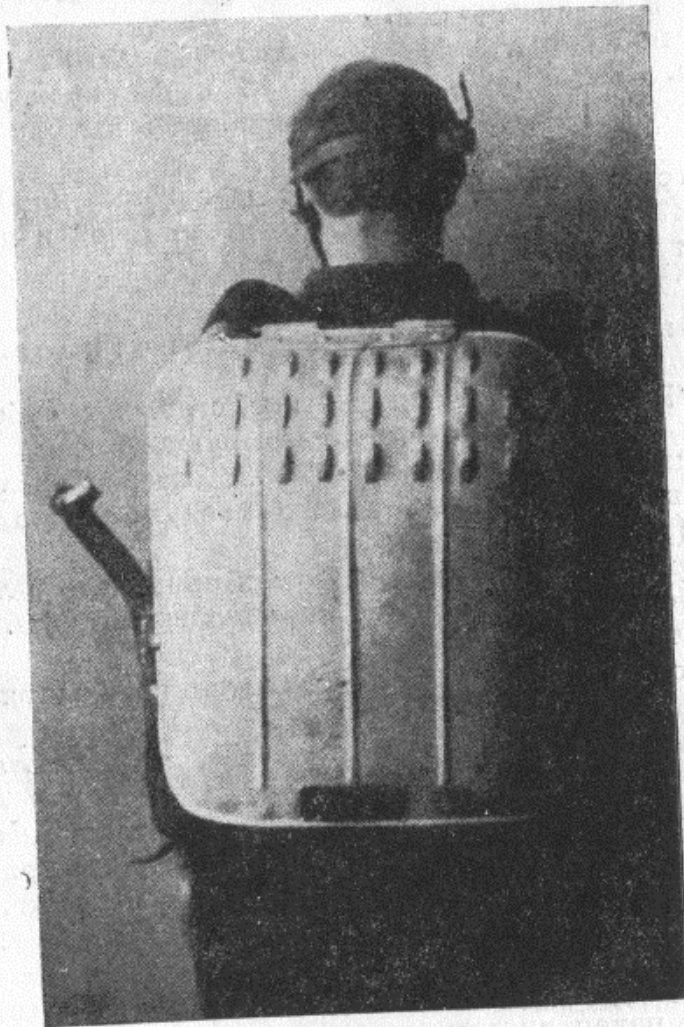
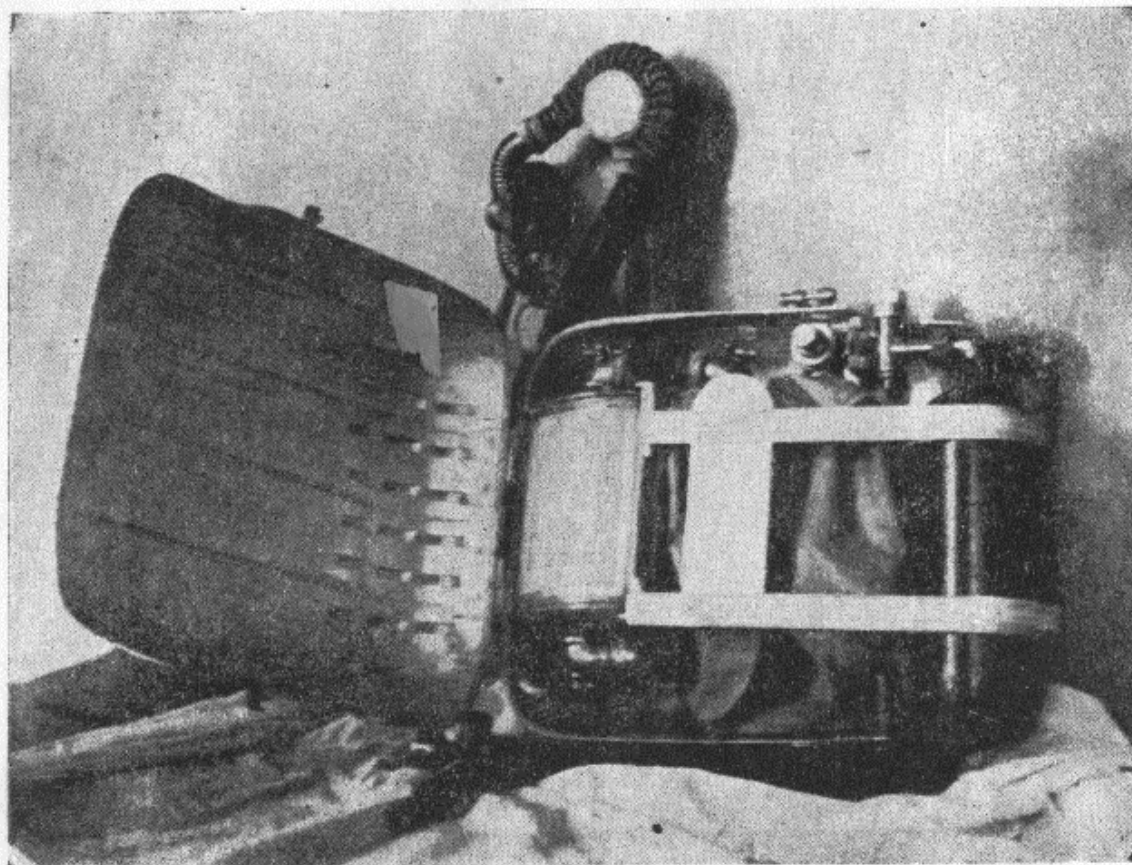

Рис. 3. Изолирующий дыхательный прибор РКР-1 (вид сзади).
Рис. 4. Внутреннее устройство изолирующего дыхательного прибора типа РКР-1.
65. Изолирующий противогаз марки РКР-1 представляет собою закрытый ранец из легкого металла (рис. 3 вид сзади). Сторона, прилегающая к спине, выгнута. Все основные части аппарата помещаются внутри ранца: кислородный баллон (Б), дыхательный мешок (М) с легочным автоматом (Д), регенеративный патрон (П) и вся относящаяся к ним арматура (рис. 4 и 5).